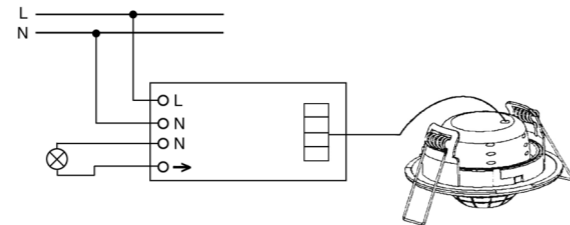

Fig. 3
- 4 Connecter selon le schéma de la figure 3.